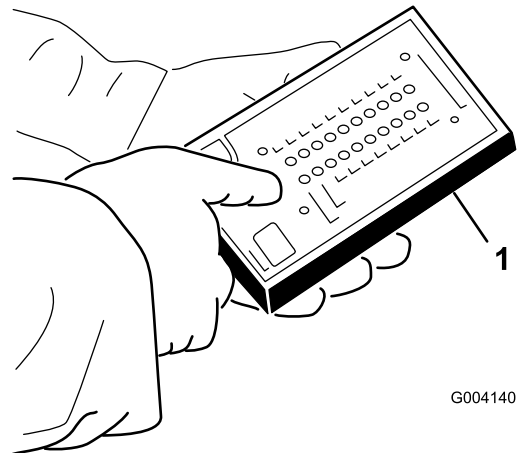

Bild 37
5. Schließen Sie den Stecker der ACE-Diagnostikanzeige an den Kabelbaum an (Bild 37).